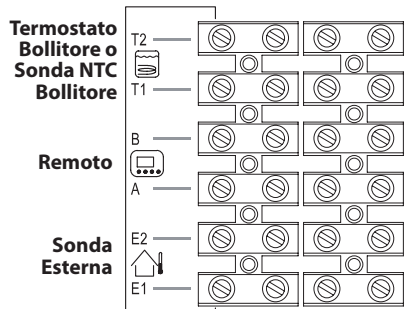

Figura 5.29
- Collegare ai morsetti **T1** e **T2** della morsettieria i due conduttori elettrici come indicato in Figura 5.29.